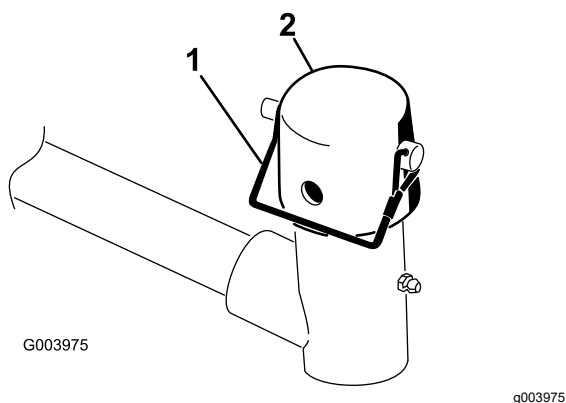

Рисунок 6
7. Снимите стопорный штифт и крышку с вилки шарнира подъемного рычага (Рисунок 6).
Примечание: При необходимости поворота режущего блока используйте паз; при необходимости фиксации режущего блока используйте отверстие (Рисунок 6).